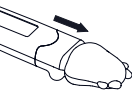

Figura 3
- Tire de la tapa de la pila hacia fuera como se muestra en la Figura 3.